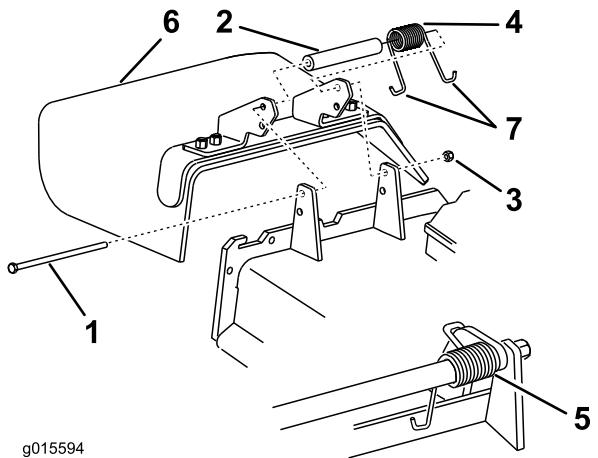

Figure 101
1. Retirez le contre-écrou, le boulon, le ressort et l'entretoise qui fixent le déflecteur aux supports de pivot (Figure 101). Enlevez le déflecteur s'il est endommagé ou usé.
Remarque: Prenez soin de placer une extrémité en J du ressort derrière le bord du tablier avant de mettre le boulon en place, comme montré à la Figure 101.
3. Remettez le boulon et l'écrou. Accrochez l'extrémité en J du ressort au déflecteur d'herbe (Figure 101).